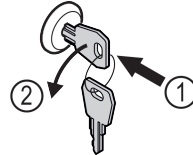

Fig. 162
- ▶ 按入钥匙。 Fig. 162 (1)
- ▶ 将钥匙逆时针转动 90°。 Fig. 162 (2)